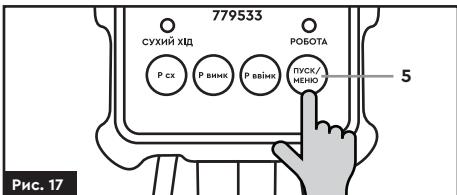

Рис. 17
Інтервал ввімкнення насоса можна встановити від 1 до 99 секунд. Якщо після 3 етапів «пошуку» вода не з'явиться у всмоктуючому водопроводі – реле заблокує електроживлення на насос. Після усунення причин аварії потрібно вручну перезапустити реле, натиснувши на кнопку **«ПУСК/МЕНЮ» (5)** (рис. 17).